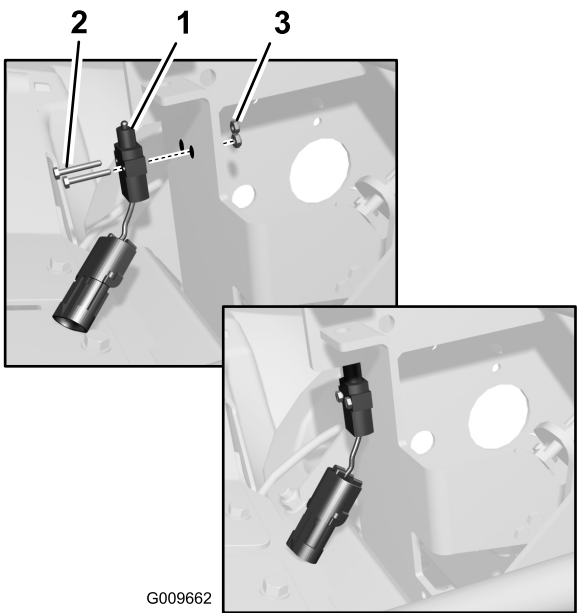

Figure 9
1. Montez le contacteur de frein sur la pédale à l'aide de deux vis n° 6 et contre-écrous (Figure 9).